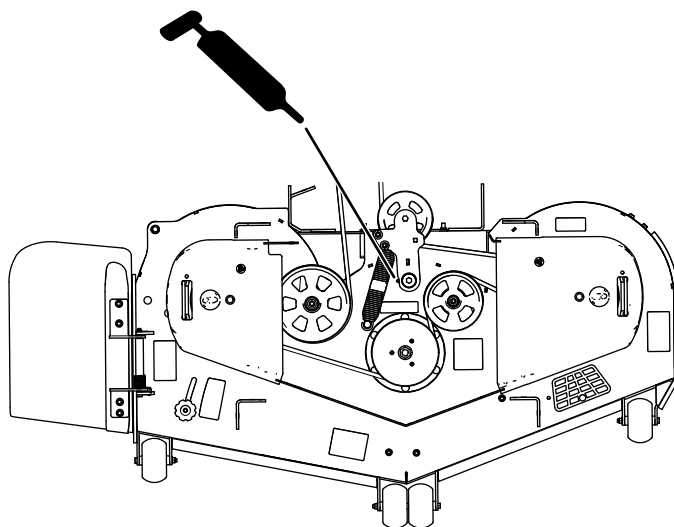

Figura 44
4. Engrase el pivote de la polea tensora de la carcasa de corte hasta que salga grasa por el extremo inferior (Figura 44).